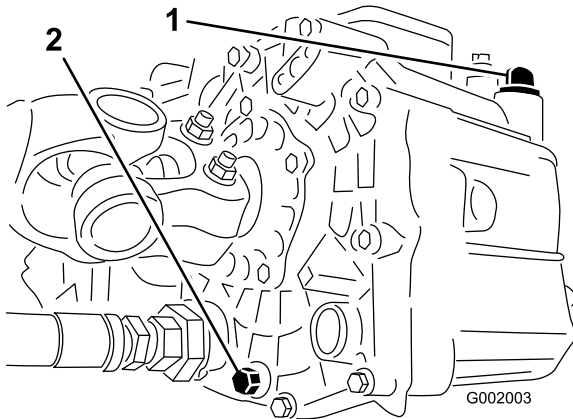

Bild 64
3. Nehmen Sie die Ablassschraube an der Seite des Behälters ab und lassen Sie die Hydraulikflüssigkeit in die Auffangwanne ablaufen (Bild 64).